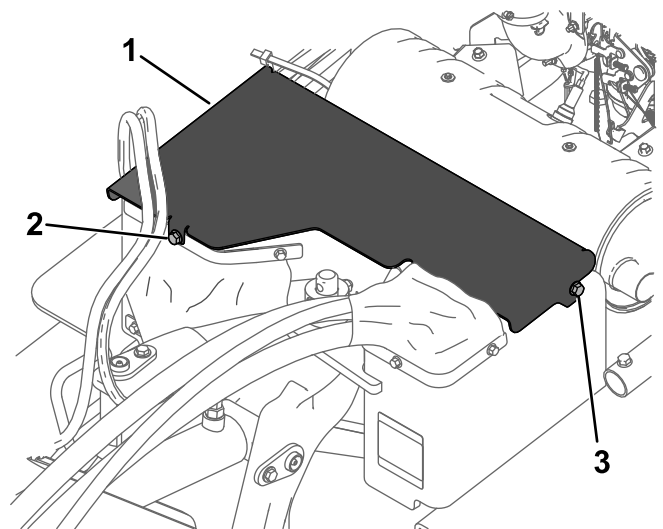

Figura 24
3. Remova o parafuso frontal e desaperte o parafuso esquerdo que prende a cobertura frontal à máquina (Figura 24).
4. Deslize a cobertura ligeiramente para a frente e levante para retirar a cobertura (Figura 24).
5. Para instalar a cobertura frontal, deslize a cobertura para o sítio e prenda-a com os dois parafusos (Figura 24).